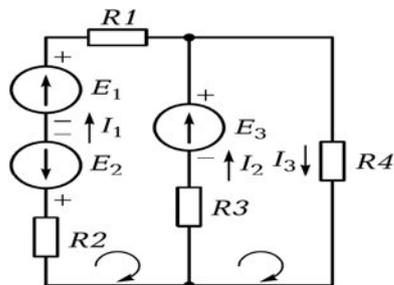

Рис. 1.3.2
**Дано:** схема (рис.1.3.2);  $E_1= 20 \text{ В}$ ;  $E_2= 100 \text{ В}$ ;  $E_3= 60 \text{ В}$ ;  $R_1= 4 \text{ Ом}$ ;  $R_2= 6 \text{ Ом}$ ;  $R_3= 2 \text{ Ом}$ ;  $R_4= 20 \text{ Ом}$ .